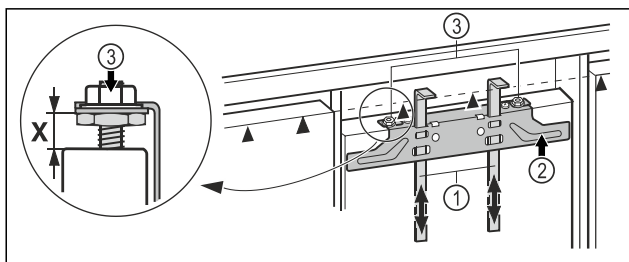

Fig. 20
- Presuňte montážne pomôcky Fig. 20 (1) hore do výšky nábytkových dverí. Spodná hrana dorazu ▲ montážnej pomôcky = vrchná hrana montovaných nábytkových dverí.
- Odskrutkujte upevňovaciu traverzu Fig. 20 (2) nad poistnými maticami Fig. 20 (3).